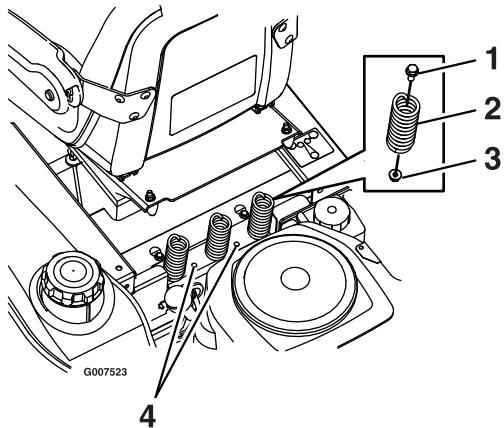

**Figura 17**
1. Empuje la palanca de ajuste hacia el centro de la máquina para liberar el raíl de ajuste del asiento (Figura 17).